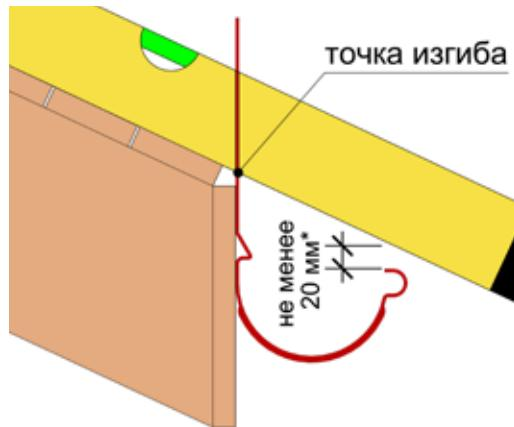

Рис. 3 Нахождение точки изгиба на самом верхнем кронштейне
4.1.1 До установки металлических кронштейнов, для формирования линии уклона желоба, необходимо произвести разметку и гибку кронштейнов при помощи гибочного устройства. Перед разметкой все кронштейны следует пронумеровать. Далее необходимо найти и отметить на кронштейне 1 (кронштейн который будет расположен выше всех) точку сгиба А (рис. 3). Сделать это нужно, приложив уровень к скату крыши и разместив кронштейн строго вертикально. Нижняя плоскость уровня должна быть выше носика кронштейна как минимум на 20 мм (справедливо для пологих крыш со скатом не более 40°; для более кругих скатов зазор может быть меньше, отсутствовать или даже быть отрицательным (носик кронштейна выше нижней плоскости уровня)). Точка пересечения нижней плоскости уровня с длинной стороной кронштейна и есть точкой изгиба верхнего кронштейна (точка А).